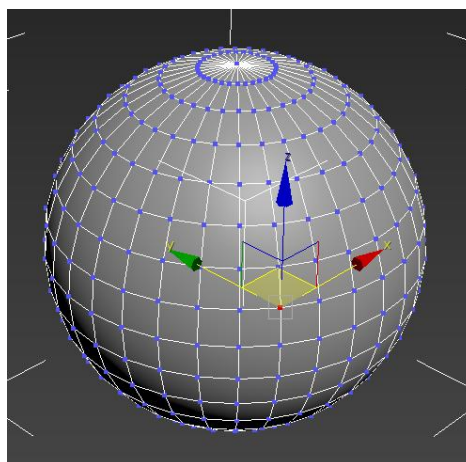

Рисунок 38 – Режим редактирования точек
1. Режим **Точка(Vertex)** – позволяет манипулировать точками объекта для их редактирования (рисунок 38).